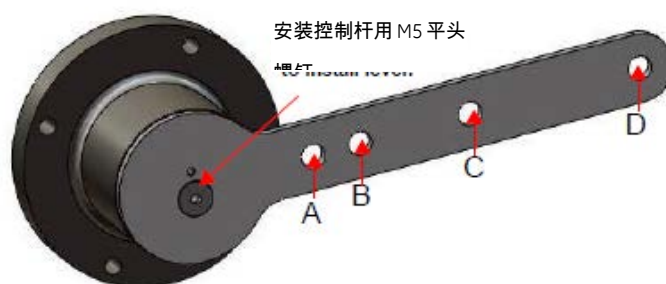

图 13 直行行程阀门的磁铁座和标准反馈杆
2. 确保杠杆固定在磁反馈上，用 M5 平头螺钉拧紧，确认反馈杠杆在阀门关闭位置时，磁轴是垂直的。紧固阀杆螺钉要拧好（图 13）。